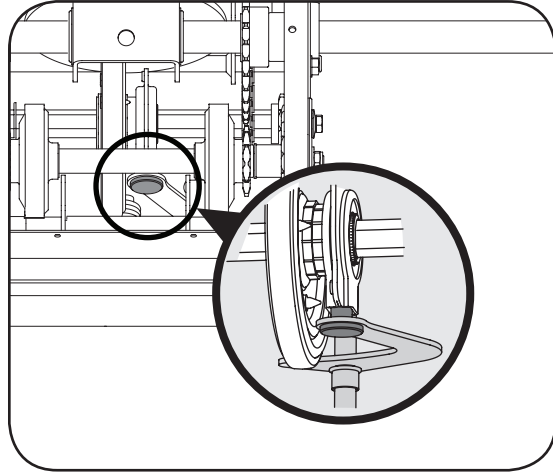

Figure 34
- Positionnez la roue de frottement sur la goupille du levier de vitesses. Voir la Figure 34.